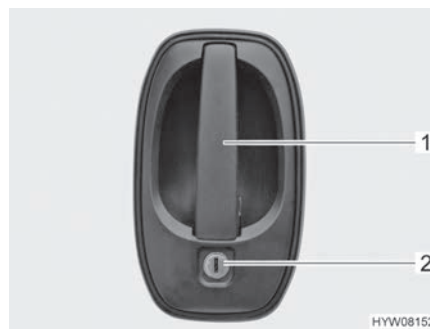

Bild 52 Türschloss (Fahrertür/Eingangstür außen)
- Schlüssel in Schließzylinder (Bild 52,2) stecken und drehen, bis das Türschloss entriegelt ist.
- Am Türgriff (Bild 52,1) ziehen. Die Tür ist geöffnet.
- Schlüssel in Schließzylinder (Bild 52,2) stecken und drehen, bis das Türschloss verriegelt ist.